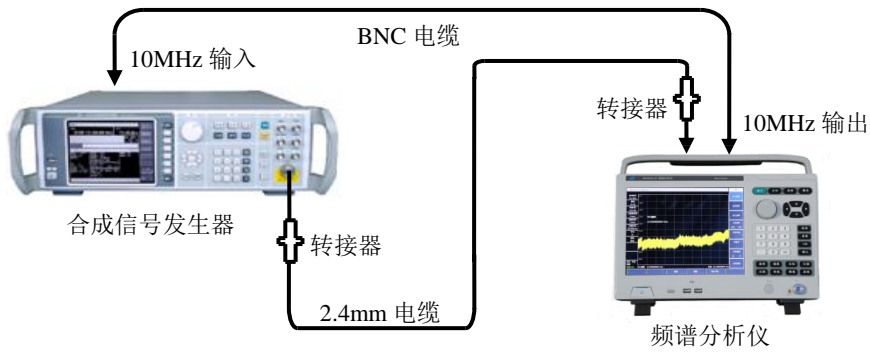

图 11-13 镜像、多重和带外响应测试设置
1) 如图 11-13 连接测试仪器，频谱分析仪为合成信号源提供频率参考。